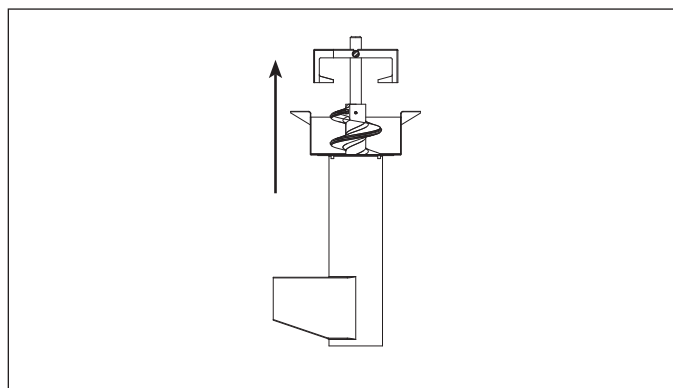

Figure 28.
5. Retirez la fraise de l'écran en la soulevant vers le haut (voir la figure 28).